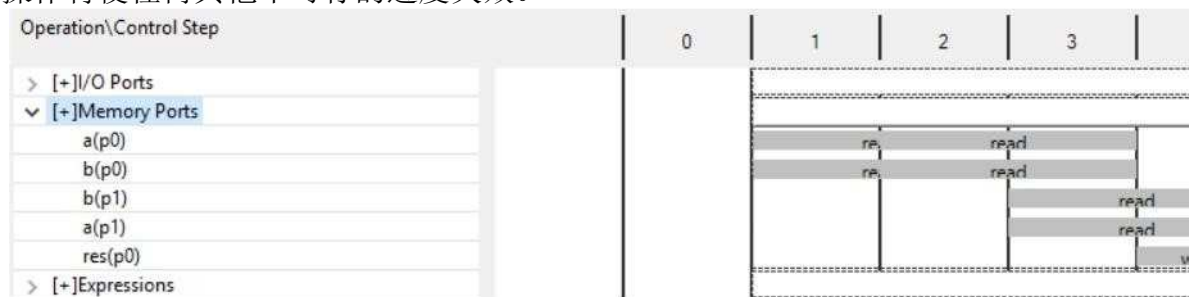

图 7-11: 矩阵 mul 管道 Col 资源视图
10. 展开内存端口 (**memory ports**) 以查看图 7-11 所示的视图。
在图 7-11 中，状态 C1 中的两周期读取操作与状态 C2 中开始的两周期读取操作重叠，因此只有一个周期可见：但是，很明显，这个资源在多个状态中使用。